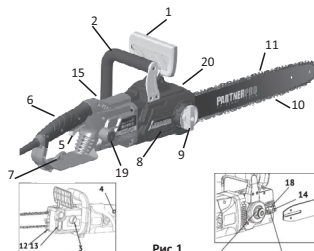

Рис.1
Привод цепи осуществляется однофазным коллекторным электродвигателем. Рабочим органом пилы является пильный аппарат, состоящий из бесконечной (замкнутой) пильной цепи (рис.1 поз.11), бегущей по направляющей шине (рис.1 поз.10).
1.3 Включение пилы в работу осуществляется нажатием на клавишу выключателя (рис.1 поз.5). Выключатель имеет блокировку от случайного включения. Нажатием кнопки (рис.1 поз., слева на задней рукоятке), клавиша выключателя разблокируется. После нажатия на клавишу выключателя (рис.1 поз.5), ведущая звёздочка приводит в движение пильную цепь. Отпущенная клавиша и кнопка блокировки возвращаются в исходное положение - «выключено».
Общий вид пилы представлен на рисунке 1 состоящий из 2-х половин, скреплённых винтами, находятся: клавиша выключателя (рис.1 поз.5) и кнопка блокировки (рис.1 поз.4) клавиши. Редуктор, тормоз цепи и система смазки расположены в корпусе редуктора (рис.1 поз.20). Крутящий момент с якоря электродвигателя парой конических шестерен, передается на шпиндель пилы. На шпинделе крепится звёздочка, преобразуя вращательное движение шпинделя в линейное движение цепи по направляющей шине. Цепь является основным рабочим инструментом пилы. К правой половине корпуса редуктора крепится крышка шины (рис.1 поз.8). Шина с цепью и крышка шины устанавливаются на шпильку (рис.1 поз.18) и крепятся гайкой (рис.1 поз.9).
На левой половине корпуса редуктора расположены: крышка масляного бака (рис.1 поз.3) и окно контроля уровня масла (рис.1 поз.13).
- открутив гайку фиксации (рис.1 поз.9), снять крышку шины (рис.1 поз.8);
- поворотом винта (рис.1 поз.14) против часовой стрелки переместить палец натяжной (рис.1 поз.17) в крайнее левое положение. Установить шину на шпильку крепления (рис.1 поз.18), при этом палец натяжной должен войти в установочное отверстие направляющей шины;
- пильную цепь (рис.1 поз.11) надеть на ведущую звёздочку (рис.1 поз.16). Уложите верхнюю часть цепи в паз шины, пропустите цепь между зубцами ведомой звёздочки на переднем конце Шины;
- слегка натяните цепь винтом (рис.1 поз.14), вращая его по часовой стрелке;
- установите крышку шины и слегка затяните гайку фиксации (рис.1 поз.9).
Регулировка натяжения цепи производится винтом (рис.1 поз.14) при ослабленной гайке крепления шины (рис.1 поз.9)
- отверните пробку маслосбака (рис.1 поз.3);
- заполните бак маслом до верхней части окна (рис.1 поз.13, следите за тем, чтобы в бак не попала грязь);